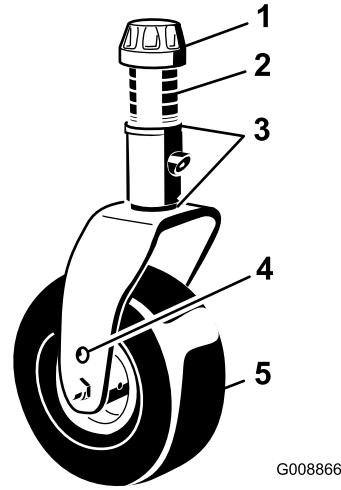

図 14
11. ステッカーに表示されている刈り高になるよう、3 mm のシムで調整する図 14 「カッティングユニットのピッチの調整」を参照。